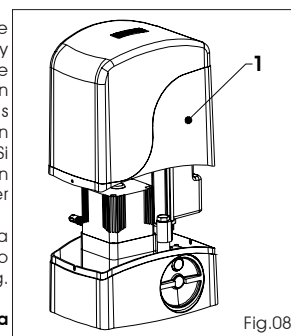

Fig.08
- Extraiga el cárter, Fig. 08 ref. 1.